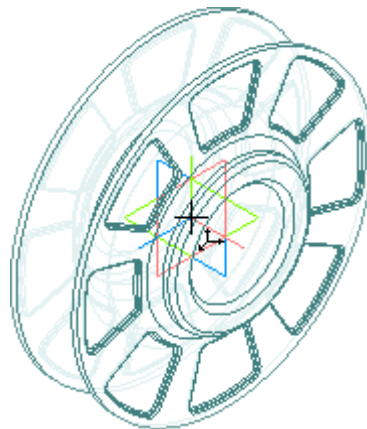

Рисунок 7.
- Аккуратно укажите точку начала координат сборки. Курсор должен находиться в режиме указания начала координат  (рис.7).